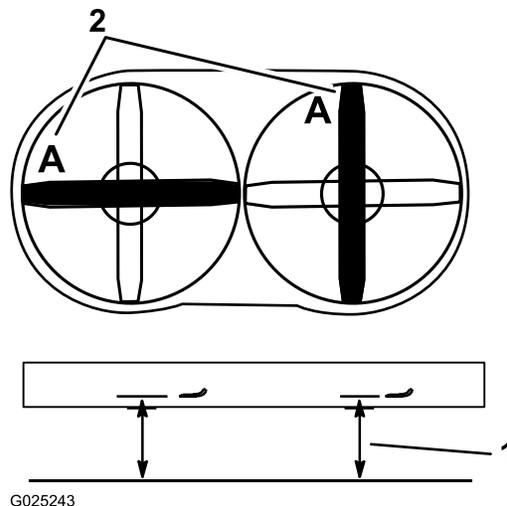

Bild 71
4. Messen Sie von einer ebenen Fläche bis zur Schnittkante in Stellung A des Messers (Bild 71). Notieren Sie diesen Wert.
3. Drehen Sie jedes Messer, wie in Bild 71 abgebildet.